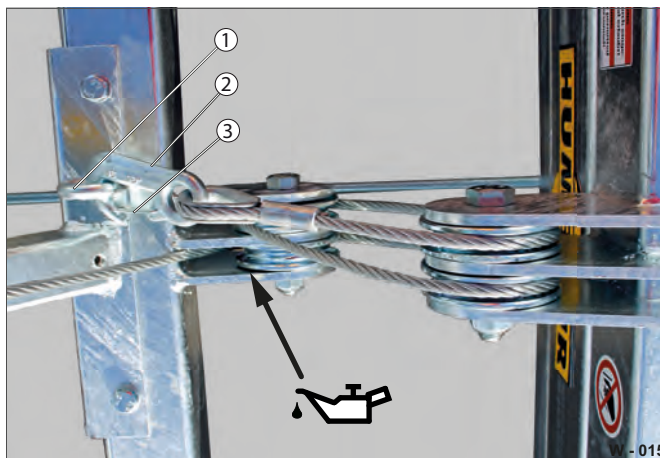

Abb. 15 Führung / Sicherung des Drahtseils prüfen
- ▶ Kontrollieren Sie die Öse (Abb. 15/1) auf Festsitz.
- ▶ Kontrollieren Sie den Haken (Abb. 15/2) auf Beschädigungen / Deformation - der Haken muss mit einem Federbügel (Abb. 15/3) gesichert sein.
- ▶ Lösen Sie den Haken (Abb. 15/2) aus der Öse (Abb. 15/1).
- ▶ Befestigen Sie den Haken in der Öse (siehe Abb. 15).